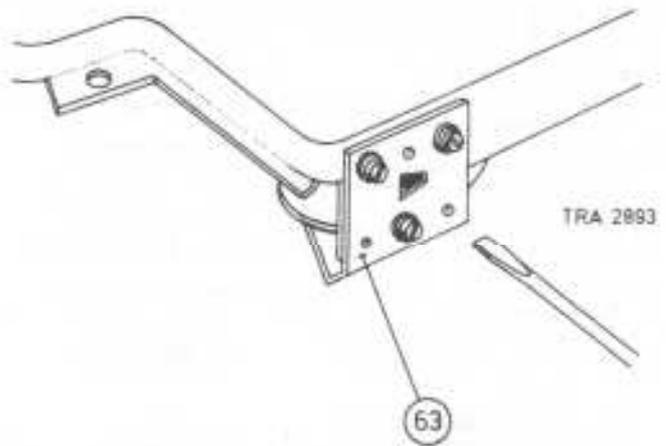

Fig. 12
- Desserrer les 3 vis qui fixent l'étrier du palier inférieur 63 du volant à la platine de montage (voir Fig. 12).
Pour la fixation de l'étrier de palier inférieur 63 du volant, veiller à ce que la gorge du volant 62 et celle du galet presseur 59 s'alignent. La hauteur du volant peut être réglée en introduisant un tournevis dans le trou triangulaire se trouvant dans l'étrier de palier inférieur 63, comme indiqué fig. 12.
- Desserrer les 3 vis qui fixent l'étrier de palier inférieur 63 du volant à la platine de montage (voir fig. 12).